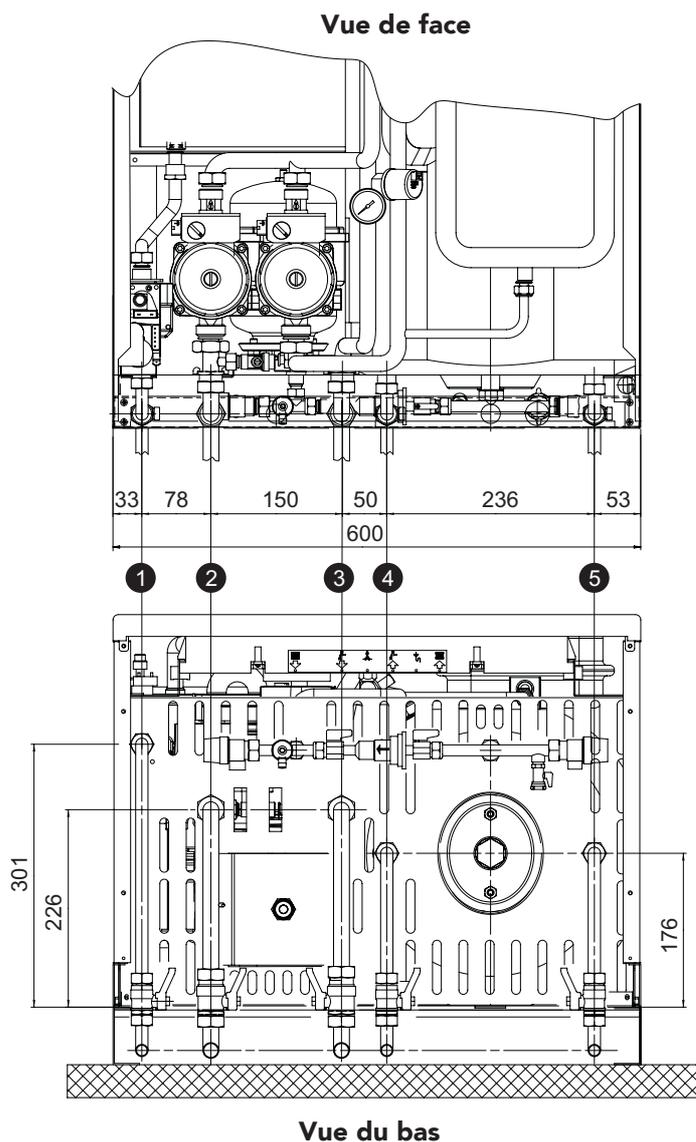

fig. 7
Effectuer les raccordements aux points prévus, comme indiqué fig. 7.
Le raccordement au gaz doit s'effectuer au raccord prévu (voir fig. 7) conformément aux normes en vigueur avec un tuyau métallique rigide ou flexible à paroi continue d'acier inoxydable, avec un robinet des gaz intercalé entre la chaudière et le circuit. Vérifier l'étanchéité de toutes les connexions de gaz.
Suivre les indications fig. 7 pour accéder au bornier électrique (A). La disposition des barrettes pour les différentes connexions est reportée dans les schémas électriques au chapitre des données techniques.